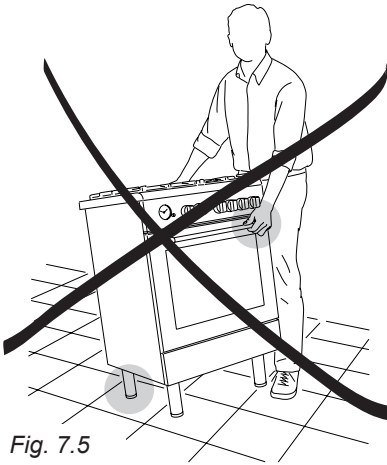

Fig. 7.5
**ATTENZIONE:** Non utilizzare la maniglia del forno per movimentare la cucina (fig. 7.5).